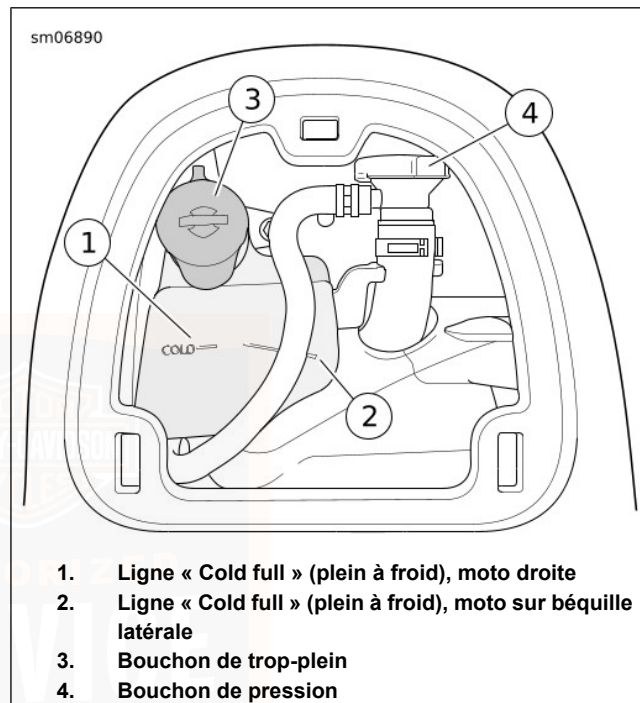

Figure 81. Niveau du liquide de refroidissement
Voir Figure 81 . Sur le réservoir de liquide de refroidissement figurent deux traits. Utiliser le trait incliné (2) lorsque la moto est appuyée sur la béquille latérale.
2. Voir Figure 81 . Vérifier que le niveau du liquide de refroidissement dans la bouteille de liquide est sur la ligne « COLD » (froid) (1) ou légèrement au-dessus.